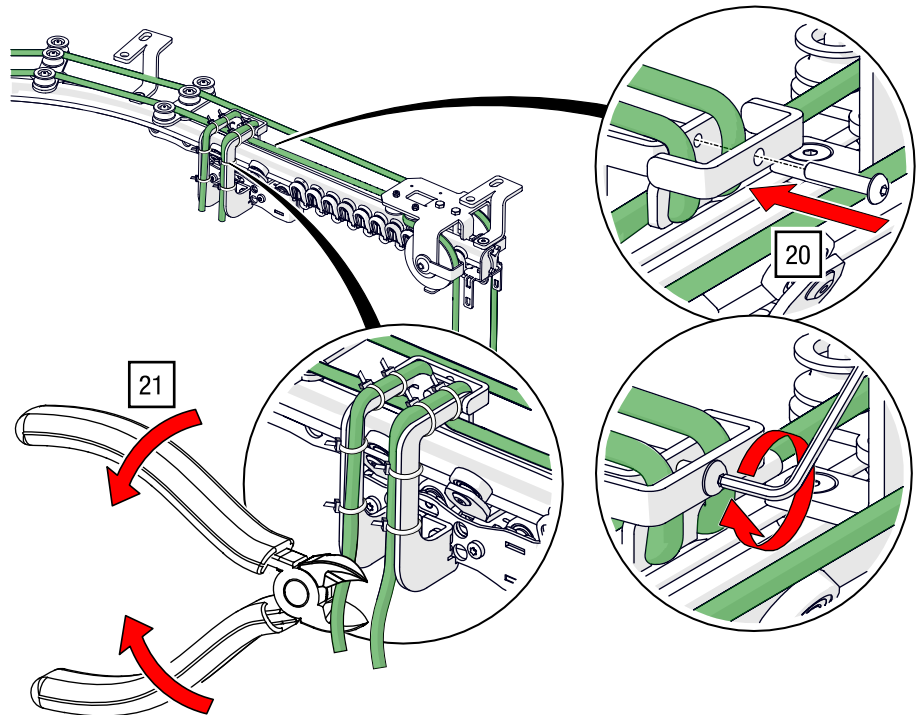

Abb. 83: Obenliegende Seilführung – Seilenden befestigen, abschneiden und veröden
20. Verkleben Sie beide Seilenden im zweiten Zugwagen mit einem ISK SW 2,5 an (siehe Abb. 83).
21. Schneiden Sie die Enden ab und veröden Sie diese (siehe Abb. 83).